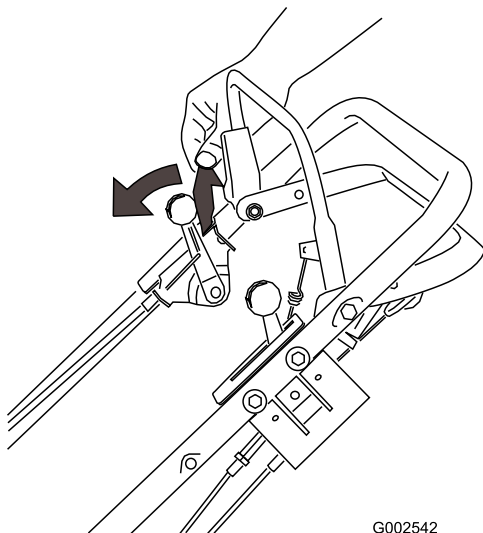

Figura 14
1. Spingete in avanti il dispositivo di bloccaggio della barra di comando (Figura 14).